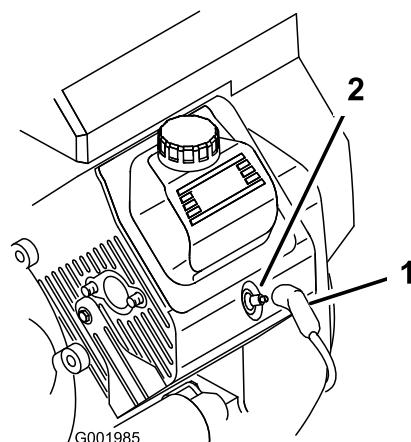

Figura 50
3. Staccate il cappellotto dalle candele (Figura 50).